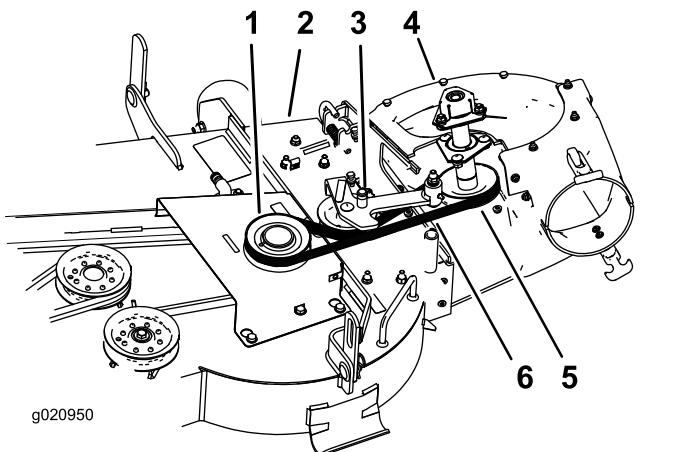
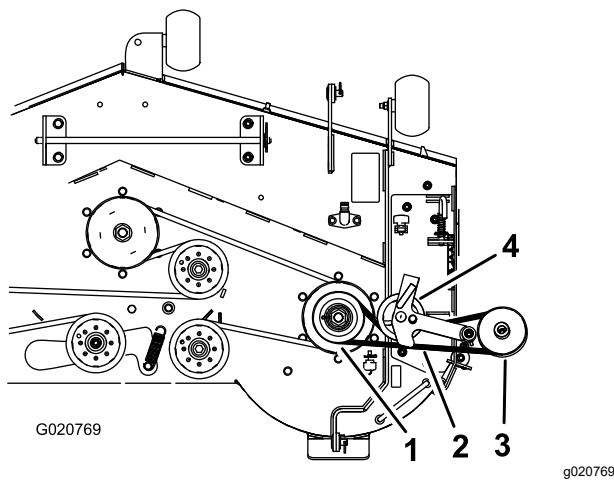

Figure 18
Figure 17
- Si nécessaire, installez la courroie sur la poulie de ventilateur (Figure 18).
1. Au besoin, installez la courroie sur la poulie de ventilateur (Figure 17 et Figure 18). Voir 5 Montage du ventilateur \(page 12\).
3. Acheminez la courroie autour de la poulie d'entraînement comme montré à la Figure 17 et la Figure 18.
4. Acheminez temporairement la courroie sous la poulie de tension (Figure 18).
7. Tirez la poulie de tension rappelée par ressort pour l'éloigner de l'ergot de ressort fixe et chaussez la courroie sur la poulie du tablier de coupe (Figure 18).